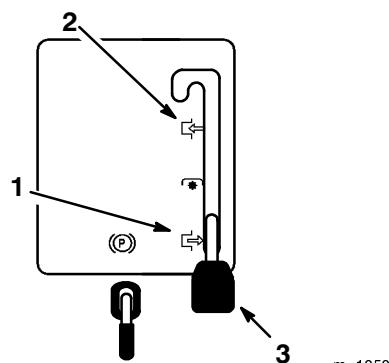

Figure 4
2. Mettez la commande des lames (PdF) en position embrayée (Fig. 4).
2. Mettez la commande des lames (PdF) en position débrayée (Fig. 4).